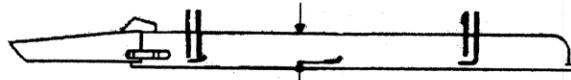

Figure 5
La hauteur de coupe peut être réglée de 25 à 102 mm par incrément de 13 mm, en déplaçant quatre axes de chape dans les différents trous des supports à chaque coin de l'unité de coupe (Fig. 5).
1. Faire tourner chaque lame jusqu'à ce que les extrémités soient dirigées vers l'avant et vers l'arrière (Fig. 5). Mesurer de l'intérieur de l'unité de coupe au tranchant à l'avant de la lame (Fig. 5) et noter cette dimension.